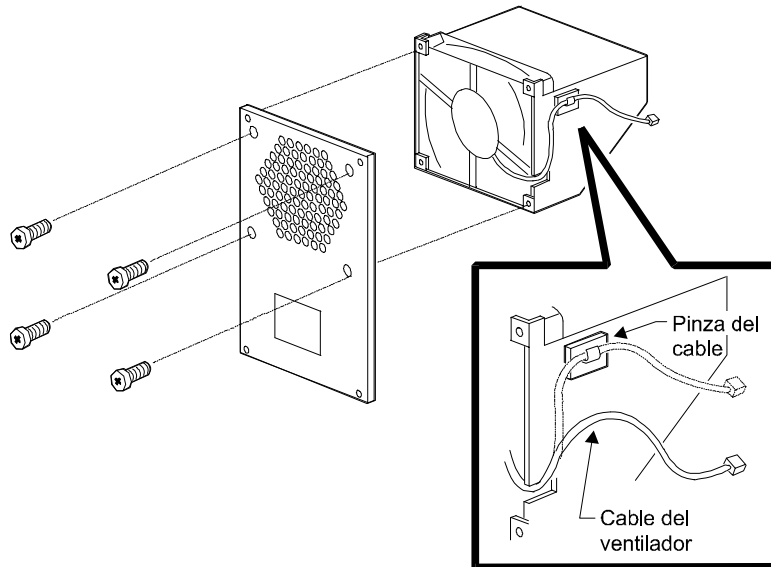

Figura C-2. Extracción del cable del ventilador y de los tornillos del conjunto de ventilador
7. Extraiga el cable del ventilador de la pinza unida al ventilador. Consulte la Figura C-2.
8. Extraiga los cuatro tornillos que mantienen juntos el conjunto de ventilador. (Consulte la Figura C-2.) Guarde los tornillos.